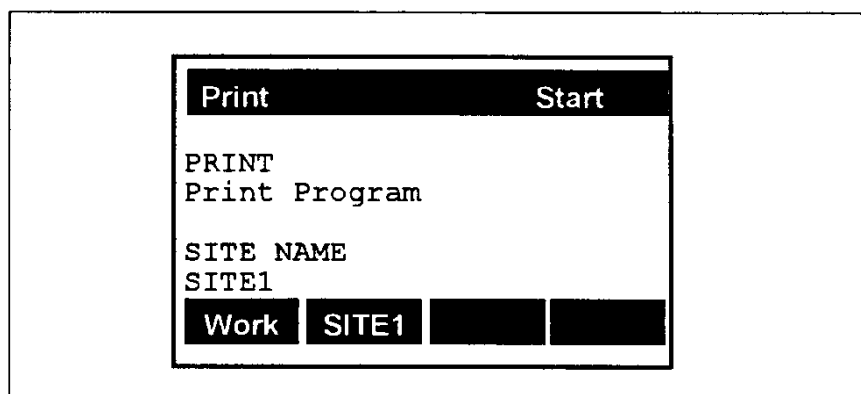

図 7-4： PROG を選択した後の画面表示
2. [F3]を押して PROG を選択します。図 7-4 のような画面が表示されます。